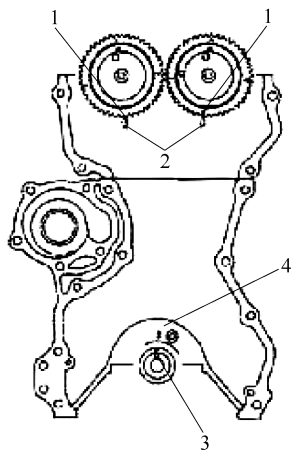

图 6-39 正时链对齐标志
1) 如图 6-39 所示，检查进气和排气凸轮
2) 转动曲轴使曲轴链轮设置键 3 与气缸体上的缺口标记 4 对准, 如图 6-39 所示。
10) 参考图 6-39 所示, 将发动机机油涂抹到正时链条上, 然后将曲轴顺时针旋转 2 圈, 检查进气和排气凸轮轴正时链轮上的配合标记是否与气缸盖上的缺口匹配, 曲轴链轮设置键是否与气缸体上的缺口标记匹配。如果各个标记链条和配合标记没有匹配, 则调节各个链轮和正时链条。